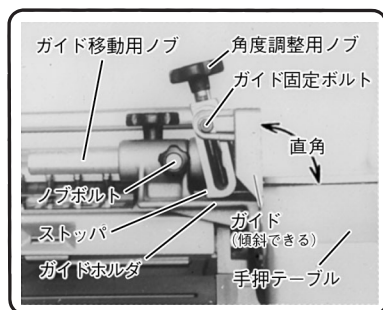

図 12
(1) ガイド固定ボルト(2本)を付属の両口スパナ(17mm)でゆるめ、角度調整用ノブをまわし、手押テーブルとガイドを直角定規(曲尺など)を使用して直角に調整します。調整後は、ガイド固定ボルトで確実に固定します。(図12参照)
(2) むら取りした切削面をガイド面にしっかりと押し付けながら送ります。このとき、手が手押テーブル面に近づかないように木材を押さえます。
(1) ガイド固定ボルト(2本)(図12参照)を付属の両口スパナ(17mm)でゆるめ、角度調整用ノブ(図12参照)をまわすとガイドは0~45°の範囲で傾けることができます。
(2) 面取り角度にガイドを合わせ、木材をガイド面にしっかりと押し付けながら送ります。
(1) ノブボルト (図12参照) をゆるめ、ガイド移動用ノブをまわしてガイドとかんな刃側面との間隔を切削幅に合わせ、ガイドをノブボルトで固定します。